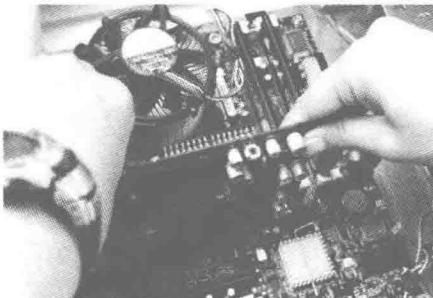

图 1.27 安装显卡
(7) 安装插卡（显卡、网卡等）。常见接口类型有 PCI 与 PCI-Express 两种接口，这两种接口卡所使用的插槽虽不同，但安装方式却都一样。先确认接口卡插槽，根据插槽的位置拆除机箱背后相应的挡片。将插槽末尾的白色塑料卡扳下，然后将显卡对准插槽均匀用力垂直插入插卡到底，将卡子拨起固定位置，最后用螺丝固定，如图 1.27 所示。注意：现